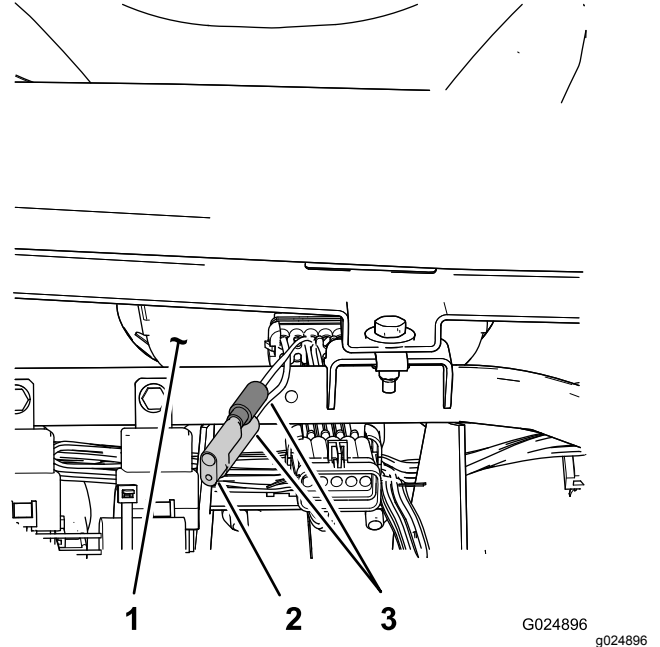

図 81
3. 速度計近くにある接続されていないワイヤ2本を探す 図 81。
4. コネクタプラグをハーネスワイヤから外して、2本のワイヤをいっしょに接続する 図 81。